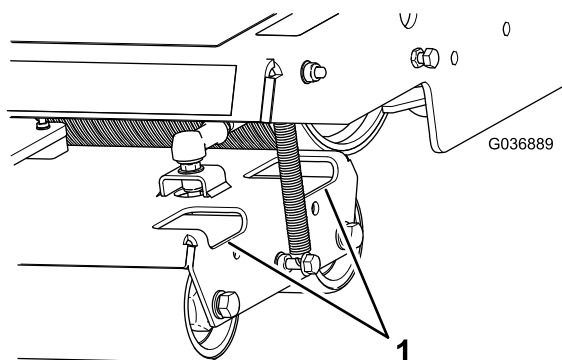

Figure 40
2. S'ils en ont besoin, nettoyez les rouleaux en faisant passer un jet d'eau dans les trous des logements des rouleaux (Figure 40).